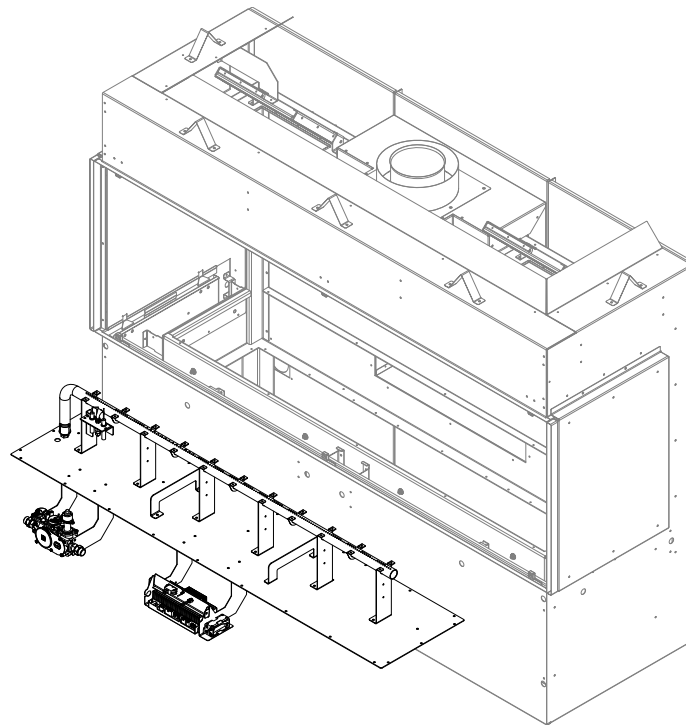

Figure 7.19 - Retrait du panneau de contrôle
5. Retirez les (24) vis à métal qui retiennent le panneau de contrôle au bas de la chambre de combustion. Figure 7.19.